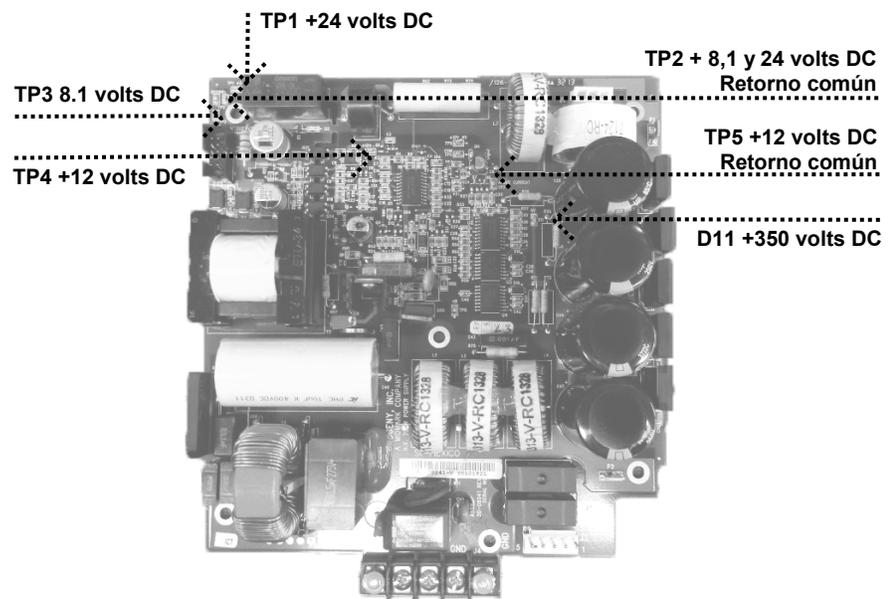
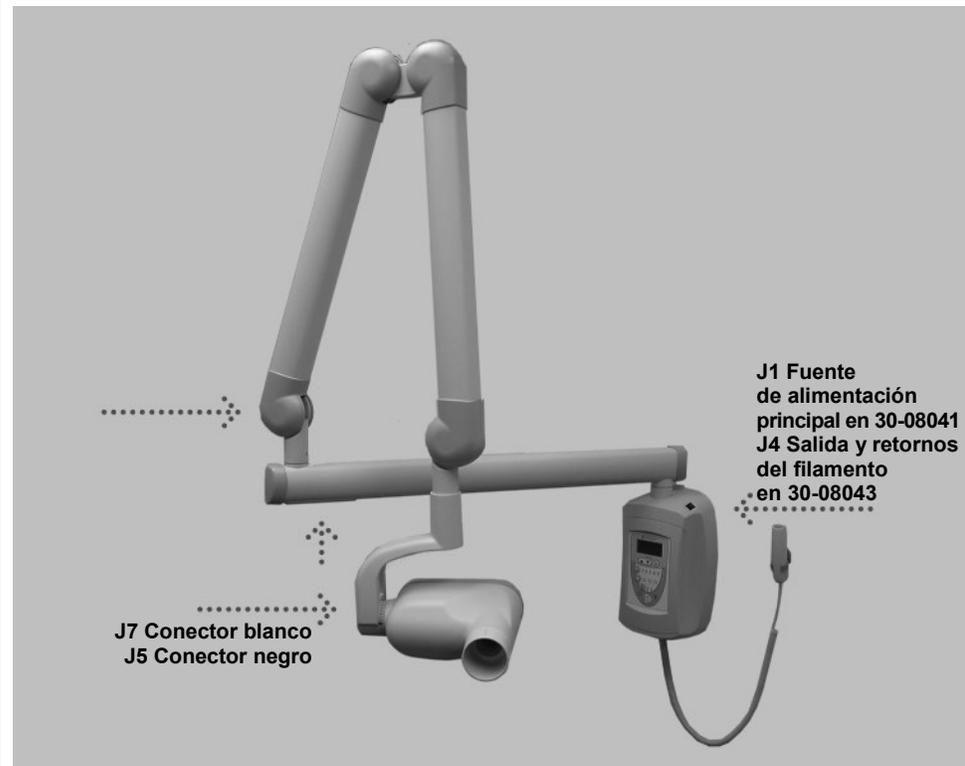

Figura 57
Figura 59
<p>Ausencia de kV</p>	<ol style="list-style-type: none"> 1. En la placa de alimentación eléctrica, observar que esté iluminado el indicador de alimentación D11 +350 volts DC, como se muestra en la Figura 57. La iluminación representa la energía almacenada adecuada para una exposición. Si este indicador no está iluminado, será necesario reemplazar esta placa. 2. En la placa lógica, medir la tensión en TP1 (+8,1 V) y TP9 (+24 V). Usar TP8 o TP10 como retorno común. Si no está presente alguna de estas tensiones después de recibir alimentación, verificar la tensión en la placa de alimentación eléctrica. 3. En la placa de alimentación eléctrica, usar TP2 como un punto de prueba común para verificar TP1 +24 volts DC y TP3 8,1 volts DC. Luego usar TP5 como retorno común para verificar la presencia de +12 volts DC en TP4, como se muestra en la Figura 57. Si no está presente alguna de estas tensiones, reemplazar la placa de alimentación eléctrica. Si todas las tensiones están presentes, verificar otras tensiones en la placa lógica. 4. En la placa lógica, medir entre TP8 y TP10, el retorno común, y TP6, el programa de kV. Esta tensión debería ser de entre 3 y 4 volts DC. Si esta tensión no está presente, reemplazar la placa lógica. Si esta tensión es correcta, inspeccionar el estado del cable plano entre la placa de alimentación eléctrica y la placa lógica. Si el cable no está dañado y se encuentra conectado correctamente, reemplazar la placa lógica. 5. Inspeccionar el estado de los cables entre la unidad de control y la unidad del cabezal del tubo. Si hay ausencia de rayos X y no se muestran errores, el problema puede estar entre los conductores del conector blanco (que es la fuente de alimentación principal de la unidad del cabezal del tubo). Si hay ausencia de rayos X y se escucha un chasquido, el problema puede estar entre los conductores del conector negro (que transmite las señales de realimentación). Las conexiones de este cable comienzan con los controles en J1 de la placa de alimentación eléctrica y J3 de la placa lógica. Como se muestra en la Figura 59, se puede acceder a una serie de conexiones internas debajo de la parte distal del brazo horizontal y dentro de la parte superior de la horquilla del cabezal del tubo. Para acceder al conjunto final de conexiones, quitar la tapa del pivote ubicada en el punto de conexión del cabezal del tubo a la horquilla. 6. Si D11 en la placa de alimentación eléctrica está iluminado, el suministro eléctrico está en orden y las conexiones de los cables están correctas, colocar un voltímetro de AC a través del conector J1 del cabezal del tubo (conector blanco) en los conductores blanco y negro, solicitar un tiempo de exposición de al menos 1,5 segundos, y medir la tensión resultante durante la exposición. La presencia de 130 volts AC requerirá el reemplazo de la unidad del cabezal del tubo. La ausencia de 130 volts AC requerirá que se vuelvan a inspeccionar los cables de interconexión para determinar si hay conductores abiertos.
5. Si estas tensiones están presentes, medir en busca de los mismos valores en la unidad del cabezal del tubo en el conector J5 (negro) en los conductores azul y gris, y en los conductores azul y café. Si las tensiones no están presentes, inspeccionar los cables de interconexión entre el control y la unidad del cabezal del tubo. Las conexiones de este cable comienzan con los controles en J1 de la placa de alimentación eléctrica y J3 de la placa lógica. Como se muestra en la *Figura 59*, se puede acceder a una serie de conexiones internas debajo de la parte distal del brazo horizontal y dentro de la parte superior de la horquilla del cabezal del tubo. Para acceder al conjunto final de conexiones, quitar la tapa del pivote ubicada en el punto de conexión del cabezal del tubo a la horquilla.
Es de suma importancia sostener los conductores desde los conectores negros. Estos conductores transmiten los valores informativos desde la unidad del cabezal del tubo y afectan directamente el control de suministro eléctrico a la unidad del cabezal del tubo. Las conexiones de este cable comienzan con los controles en J1 de la placa de alimentación eléctrica y J4 de la placa lógica. Como se muestra en la *Figura 59*, se puede acceder a una serie de conexiones internas debajo de la parte distal del brazo horizontal y dentro de la parte superior de la horquilla del cabezal del tubo. Para acceder al conjunto final de conexiones, quitar la tapa del pivote ubicada en el punto de conexión del cabezal del tubo a la horquilla.